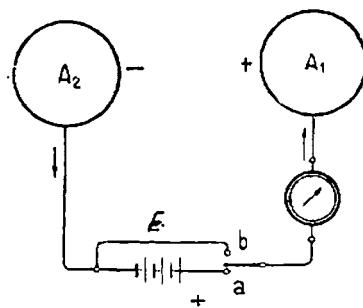

Fig. 143. — Electrizare cu ajutorul elementelor galvaniice
b) Cu ajutorul unui electroscop sau al unui pendul constatăm că sfera A_1 s'a încărcat cu electricitate sticloasă, iar sfera A_2 s'a încărcat cu electricitate rășinoasă. După cum se vede din fig. 143 electricitatea sticloasă corespunde bornei + a bateriei și electricitatea rășinoasă bornei —.
89. Electrizarea se produce numai pe suprafața exterioară a corpilor. Să presupunem că cele două sfere din experiența din fig. 143 sunt goale pe dinăuntru. Orice tensiune vom aplica, vom constata că în interior nu este nicio sarcină electrică.
90. Câmp electric. Linii de forță. Oriunde vom duce un corp electrizat în jurul sferelor A_1 și A_2 , fig. 143, vom constata că este atras sau respins, după semnul sarcinilor electrice. Deci, oriunde în jurul unui corp electrizat se exercită forță. Vom spune că există un *câmp electric*.
91. Capacitatea electrică. Să continuăm experiențele cu aparatelor din fig. 143. Să închidem întrerupătorul în poziția a . Vom observa la galvanometru un curent I trecător în timpul t . Știm că a trecut o cantitate de electricitate.